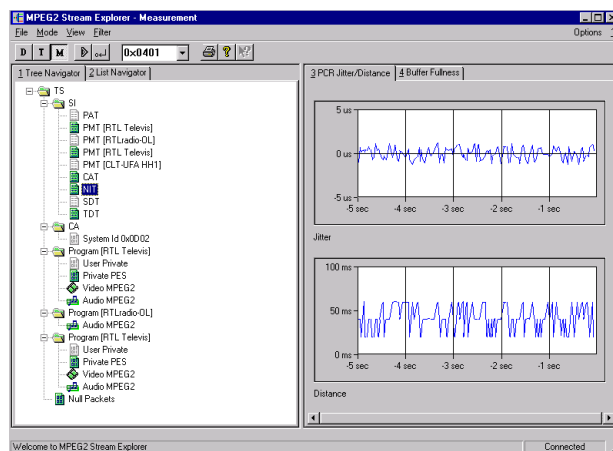

Bild 3: Echtzeitmessung von PCR-Jitter und PCR-Abständen
- PCR-Jitter (Bild 3)
- Abstände der PCR-Werte im Transportstrom (Bild 3)